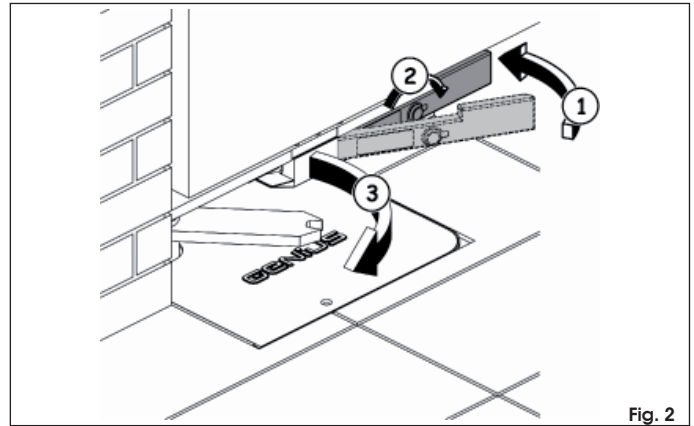

Fig. 2
- ramener la clé dans sa position de repos (Fig. 2 réf. ①)
- insérer la clé de déverrouillage dans la serrure et la tourner jusqu'à l'arrêt dans la direction opposée au pilier (Fig. 2 réf. ②)
- actionner manuellement le vantail jusqu'à l'engagement de la serrure sur la patte de blocage (Fig. 2 réf. ③)